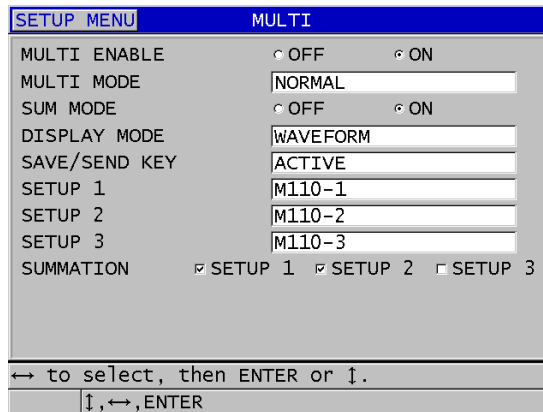

図 7-7 ノーマルモードでの多層材測定パラメータの設定
5. [多層材測定]画面（117ページの図 7-7 参照）で、以下の操作を行います。